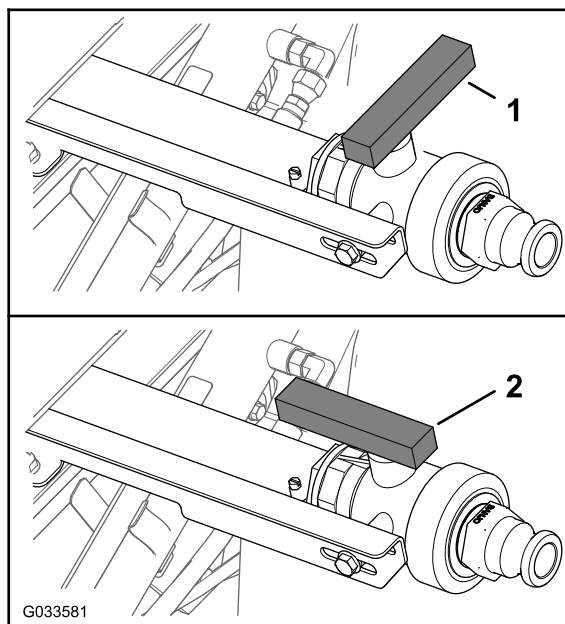

Figura 83
3. Aprite la valvola per scaricare tutto il materiale non utilizzato dal serbatoio (**Figura 83**).
4. Chiudete la valvola di spurgo (**Figura 83**).